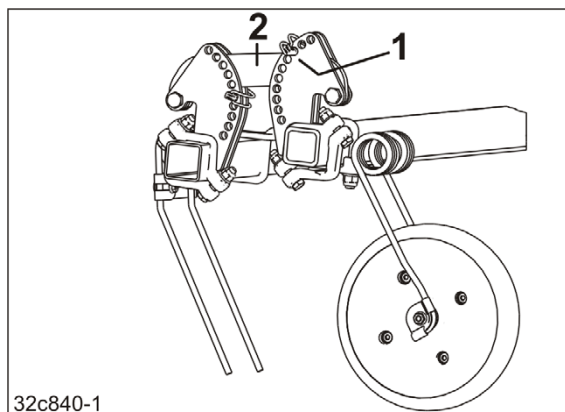

Рис. 167
3. Для регулировки рабочей глубины зубьев-загортачей необходимо вставить шплинт с круглой пружинной защелкой (Рис. 167/1)
- о над тягой (Рис. 167/2);
Чем глубже вставлен шплинт с круглой пружинной защелкой в регулировочный сегмент (Рис. 167/1), тем больше рабочая глубина.